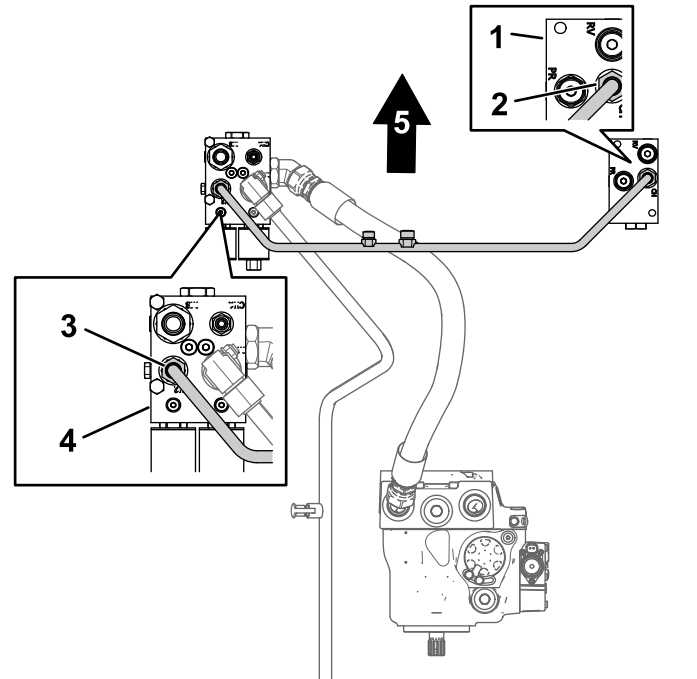

Figure 9
2. Alignez les écrous-raccords du tube de collecteur transversal et les raccords du collecteur de traction arrière et du collecteur du diviseur de débit (Figure 9).